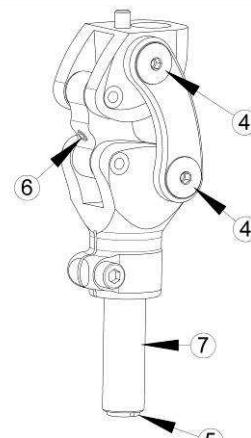

FIG.2
D) REGLAGE DU RAPPEL A L'EXTENSION (Fig.2)
E) REGLAGE DE LA BUTEE D'EXTENSION (Fig.2)
F) REGLAGE DE LA FRICTION D'ARTICULATION (Fig.2 et 2.1)